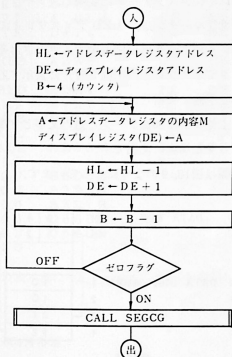

図10.8
(4) フローチャート 図10.8にフローチャートを示します。